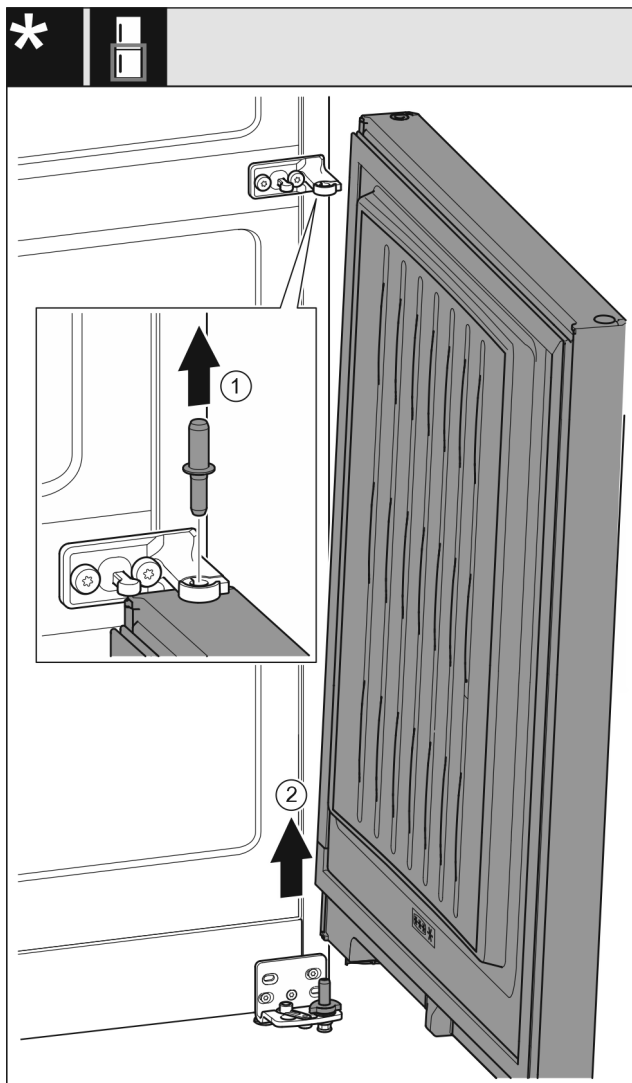

Fig. 7
- ▶ Bouten vanaf de bovenkant eruit trekken. Fig. 7 (1)
- ▶ Deur naar buiten draaien, naar boven trekken en wegzetten. Fig. 7 (2)